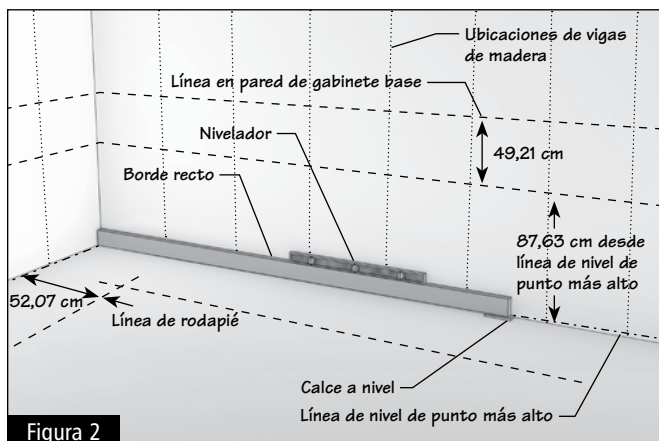

Figura 2
- 1.2** Realice la medida desde el punto alto 87,63 cm y dibuje una línea de nivel en la pared para marcar la parte superior de los gabinetes base. Si instala gabinetes antes de colocar pisos, asegúrese de dejar espacio para el grosor del material que desea usar. (Figura 2)
- 1.3** Luego mida desde ahí 48,26 cm. Esta será la línea base para los gabinetes de pared. (Cuando haya terminado, los gabinetes de pared quedarán a una altura de 136,84 cm por encima del punto más alto del piso). (Figura 2) Consulte las elevaciones del diseño para verificar las dimensiones específicas de su diseño.